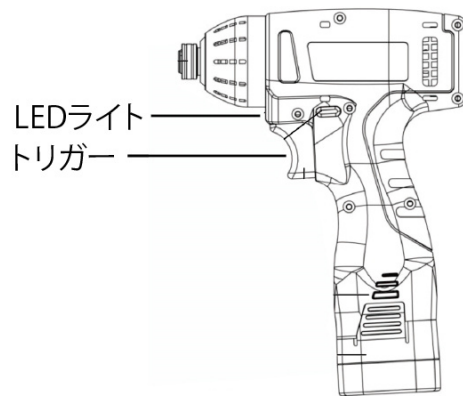

図 1
1. 電動ドライバーのプッシュボタンを押しながらバッテリーパックを下方に引いて取り外して下さい。(図1)